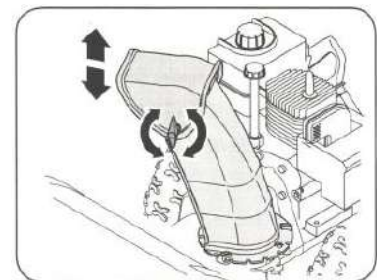

Figure 33
2. Faites pivoter la goulotte vers le haut ou le bas avant de resserrer le bouton d'aile, voir la figure 33.